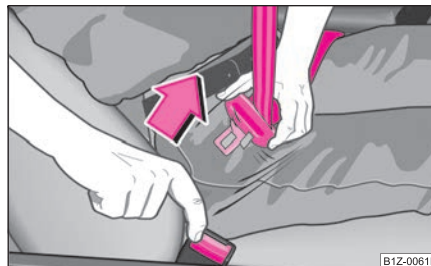

**Abb. 143 Lösen der
- Drücken Sie die rote Taste im Gurtschloss ⇒ **Abb. 143**. Die Schlosszunge springt durch Federdruck heraus.